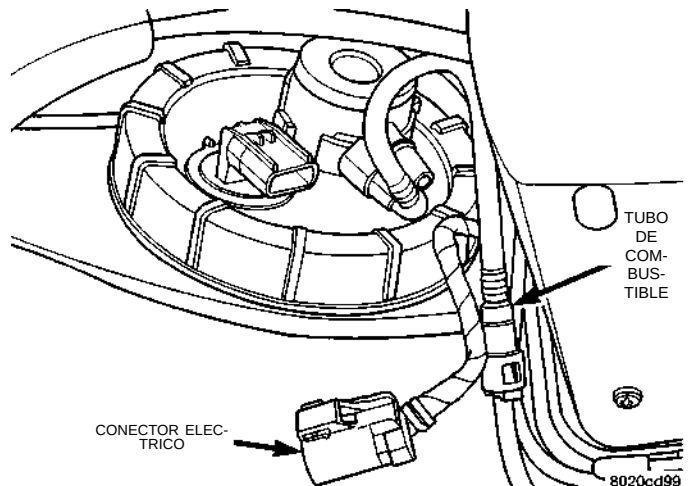
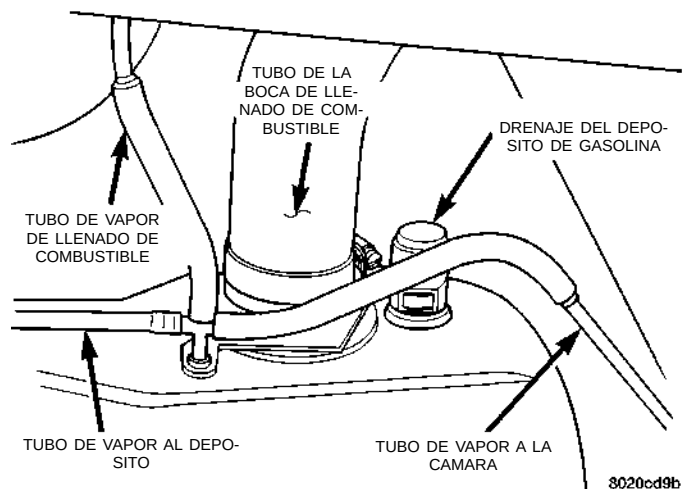

Fig. 32 Conector eléctrico del módulo de la bomba de combustible
Fig. 33 Tubos de la boca de llenado y de respiración
(4) Desconecte el conector eléctrico del módulo de la bomba de combustible (Fig. 32).
(5) Desconecte el tubo de combustible del Filtro/regularador de combustible. Consulte Racores de conexión rápida en la sección Distribución de combustible de este grupo.
(6) Soporte el depósito con el gato para transmisiones. Afloje los flejes de instalación del depósito y bájelo levemente.
(7) Desconecte el tubo de la boca de llenado de combustible y el tubo de respiración de la manguera de llenado en el depósito de combustible (Fig. 33).